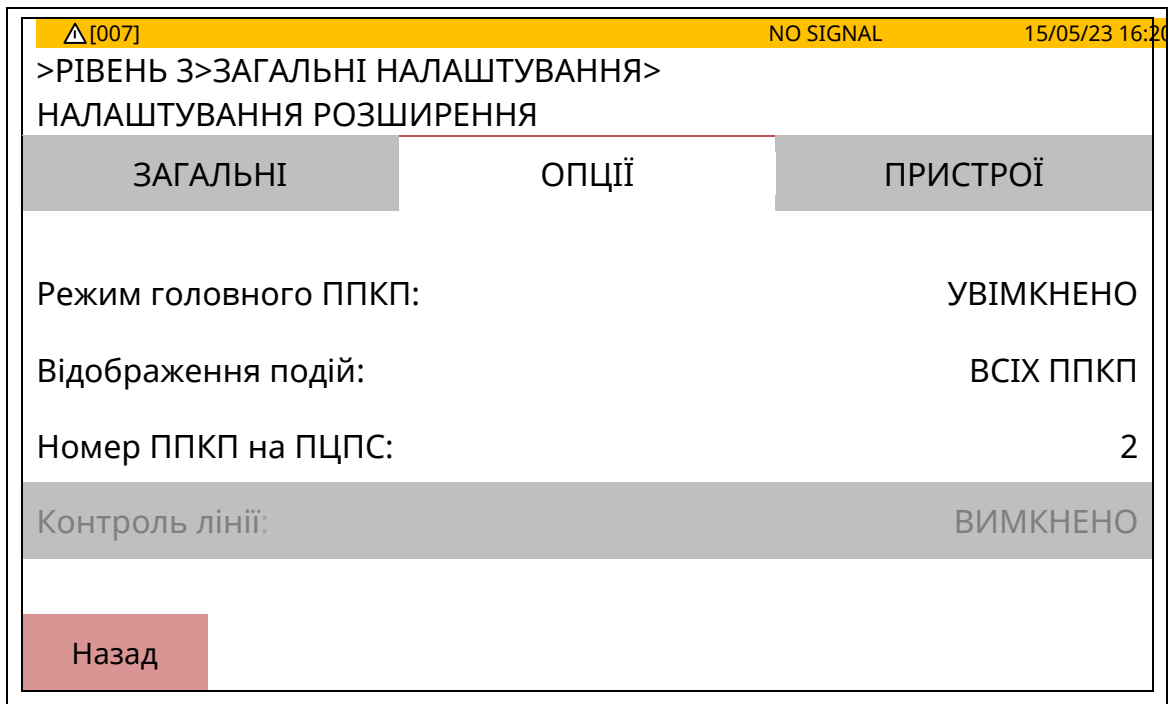

Рисунок 10.14.2 – Вікно налаштувань інтерфейсів розширення Ethernet, вкладка «ОПЦІЇ» головного ППКП
10.14.2 При виборі меню «ОПЦІЇ» (рис. 10.14.2) налаштовують: